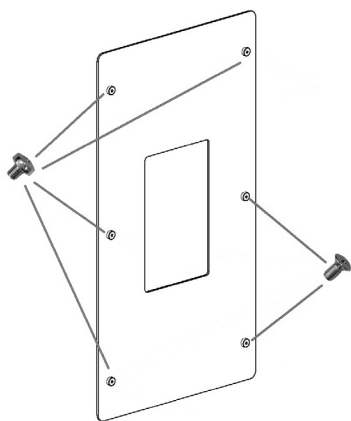

Fig. 41 - Apriete los tornillos
- Apriete los tornillos en los casquillos presentes en el vidrio: 4 tornillos con cabeza redonda y 2 tornillos con cabeza plana (véase **Fig. 41**).